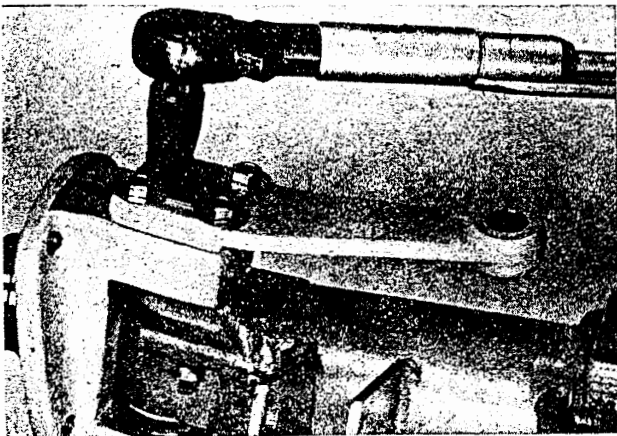

Bild V 8. Anbau des Lenkhebels – Anzugsmoment
5. Beide Spurstangenhebel links und rechts an der unteren Seite des Achsschenkel mit je einem neuen Sicherungsblech und Sechskantschrauben $M 8 \times 25$ TGL 0-931-10.9 gal Zn – Anzugsmoment 30^{+10} Nm (3^{+1} kpm) – befestigen. Die Sicherungsbleche sind nach dem Festziehen der Sechskantschrauben je nach Stellung des Sechskantkopfes an einer der sechs Flächen hochzubiegen (Bild V 8).